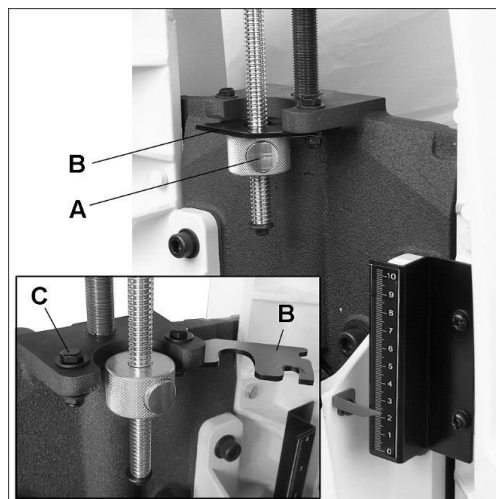

Рис. 7-1
Гайка ограничителя глубины (А, Рис. 7-1) обеспечивает резкую остановку при достижении окончательной глубины шлифования. Это значит, что оператор сможет шлифовать несколько деталей на один размер.
1. Поворачивайте ручку, чтобы выставить барабан по шкале на окончательную глубину шлифования. (На Рис. 7-1 в качестве примера показана окончательная глубина шлифования 23 мм).